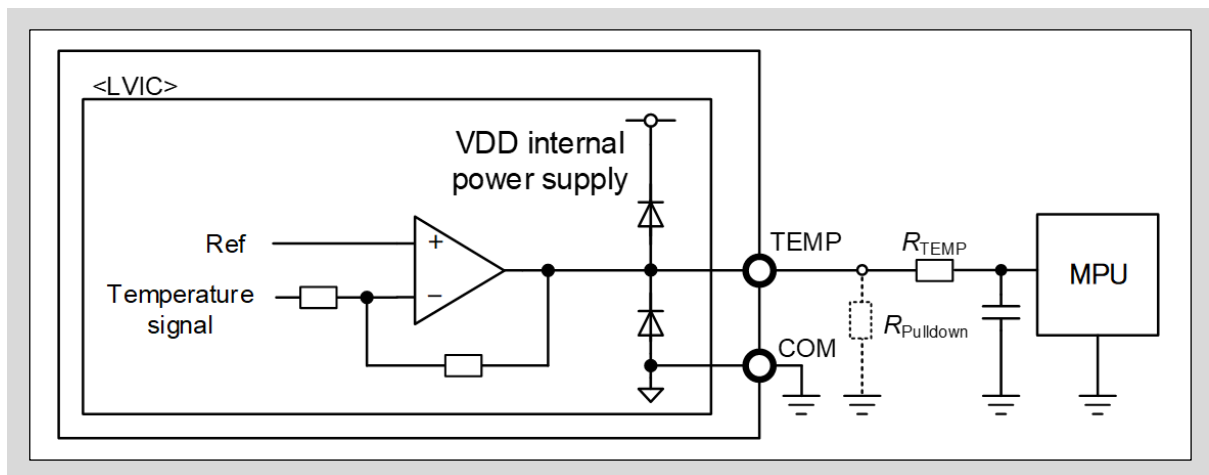

図3-23 TEMP端子とMPU I/Oとの推奨接続回路
- 図3-23に示すように、温度出力TEMP端子はMPUに直接接続することが可能です。ただし、MPUラインにバイパスコンデンサ $C_{TEMP}$ と10k $\Omega$ 以上の突入電流制限抵抗 $R_{TEMP}$ を接続してください。これらの信号ラインは、可能な限り最短距離で配線してください。
- 図3-23に示すようにTEMP-COM端子間にダイオードが接続されています。このダイオードは、本製品をサージ入力から保護するためのものであるため、電圧クランプダイオードとして使用しないでください。本製品が破壊する恐れがあります。